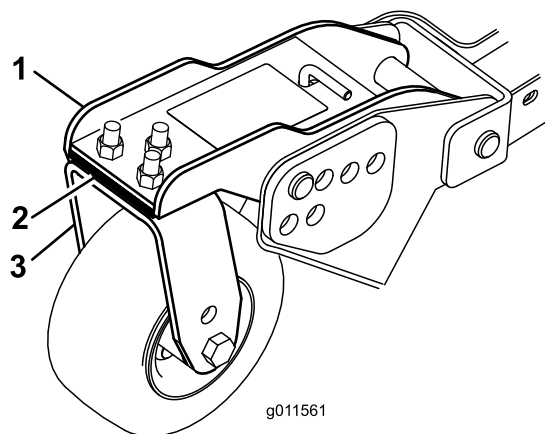

Figure 35
3. Ajoutez ou retirez des cales de 3 mm sur le(s) bras pivotant(s) avant pour que la hauteur de coupe corresponde à celle indiquée sur l'autocollant (Figure 35).
3. Si le bord intérieur du plateau de coupe latéral est trop élevé par rapport au bord extérieur du plateau de coupe avant, retirez une cale au bas du bras de la roue pivotante intérieure avant du plateau latéral (Figure 35).